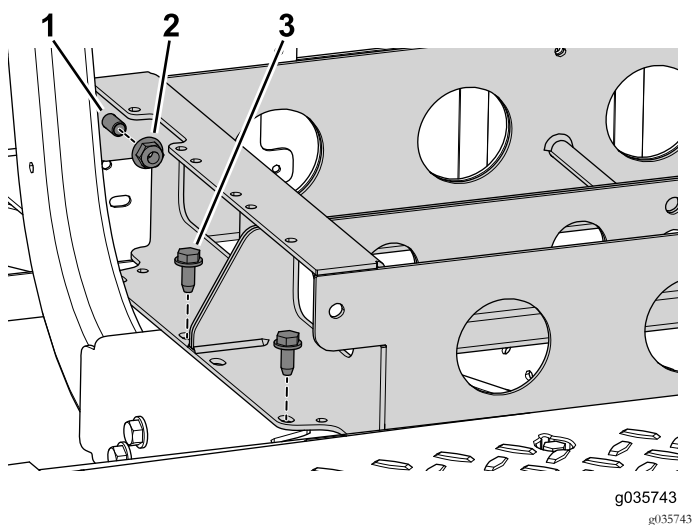

Figura 60
7. Remova os quatro parafusos que prendem o tabuleiro da bateria à máquina (Figura 60).
8. Remova as duas porcas flangeadas, mas não os dois parafusos, que ligam o tabuleiro da bateria dianteiro e traseiro (Figura 60).